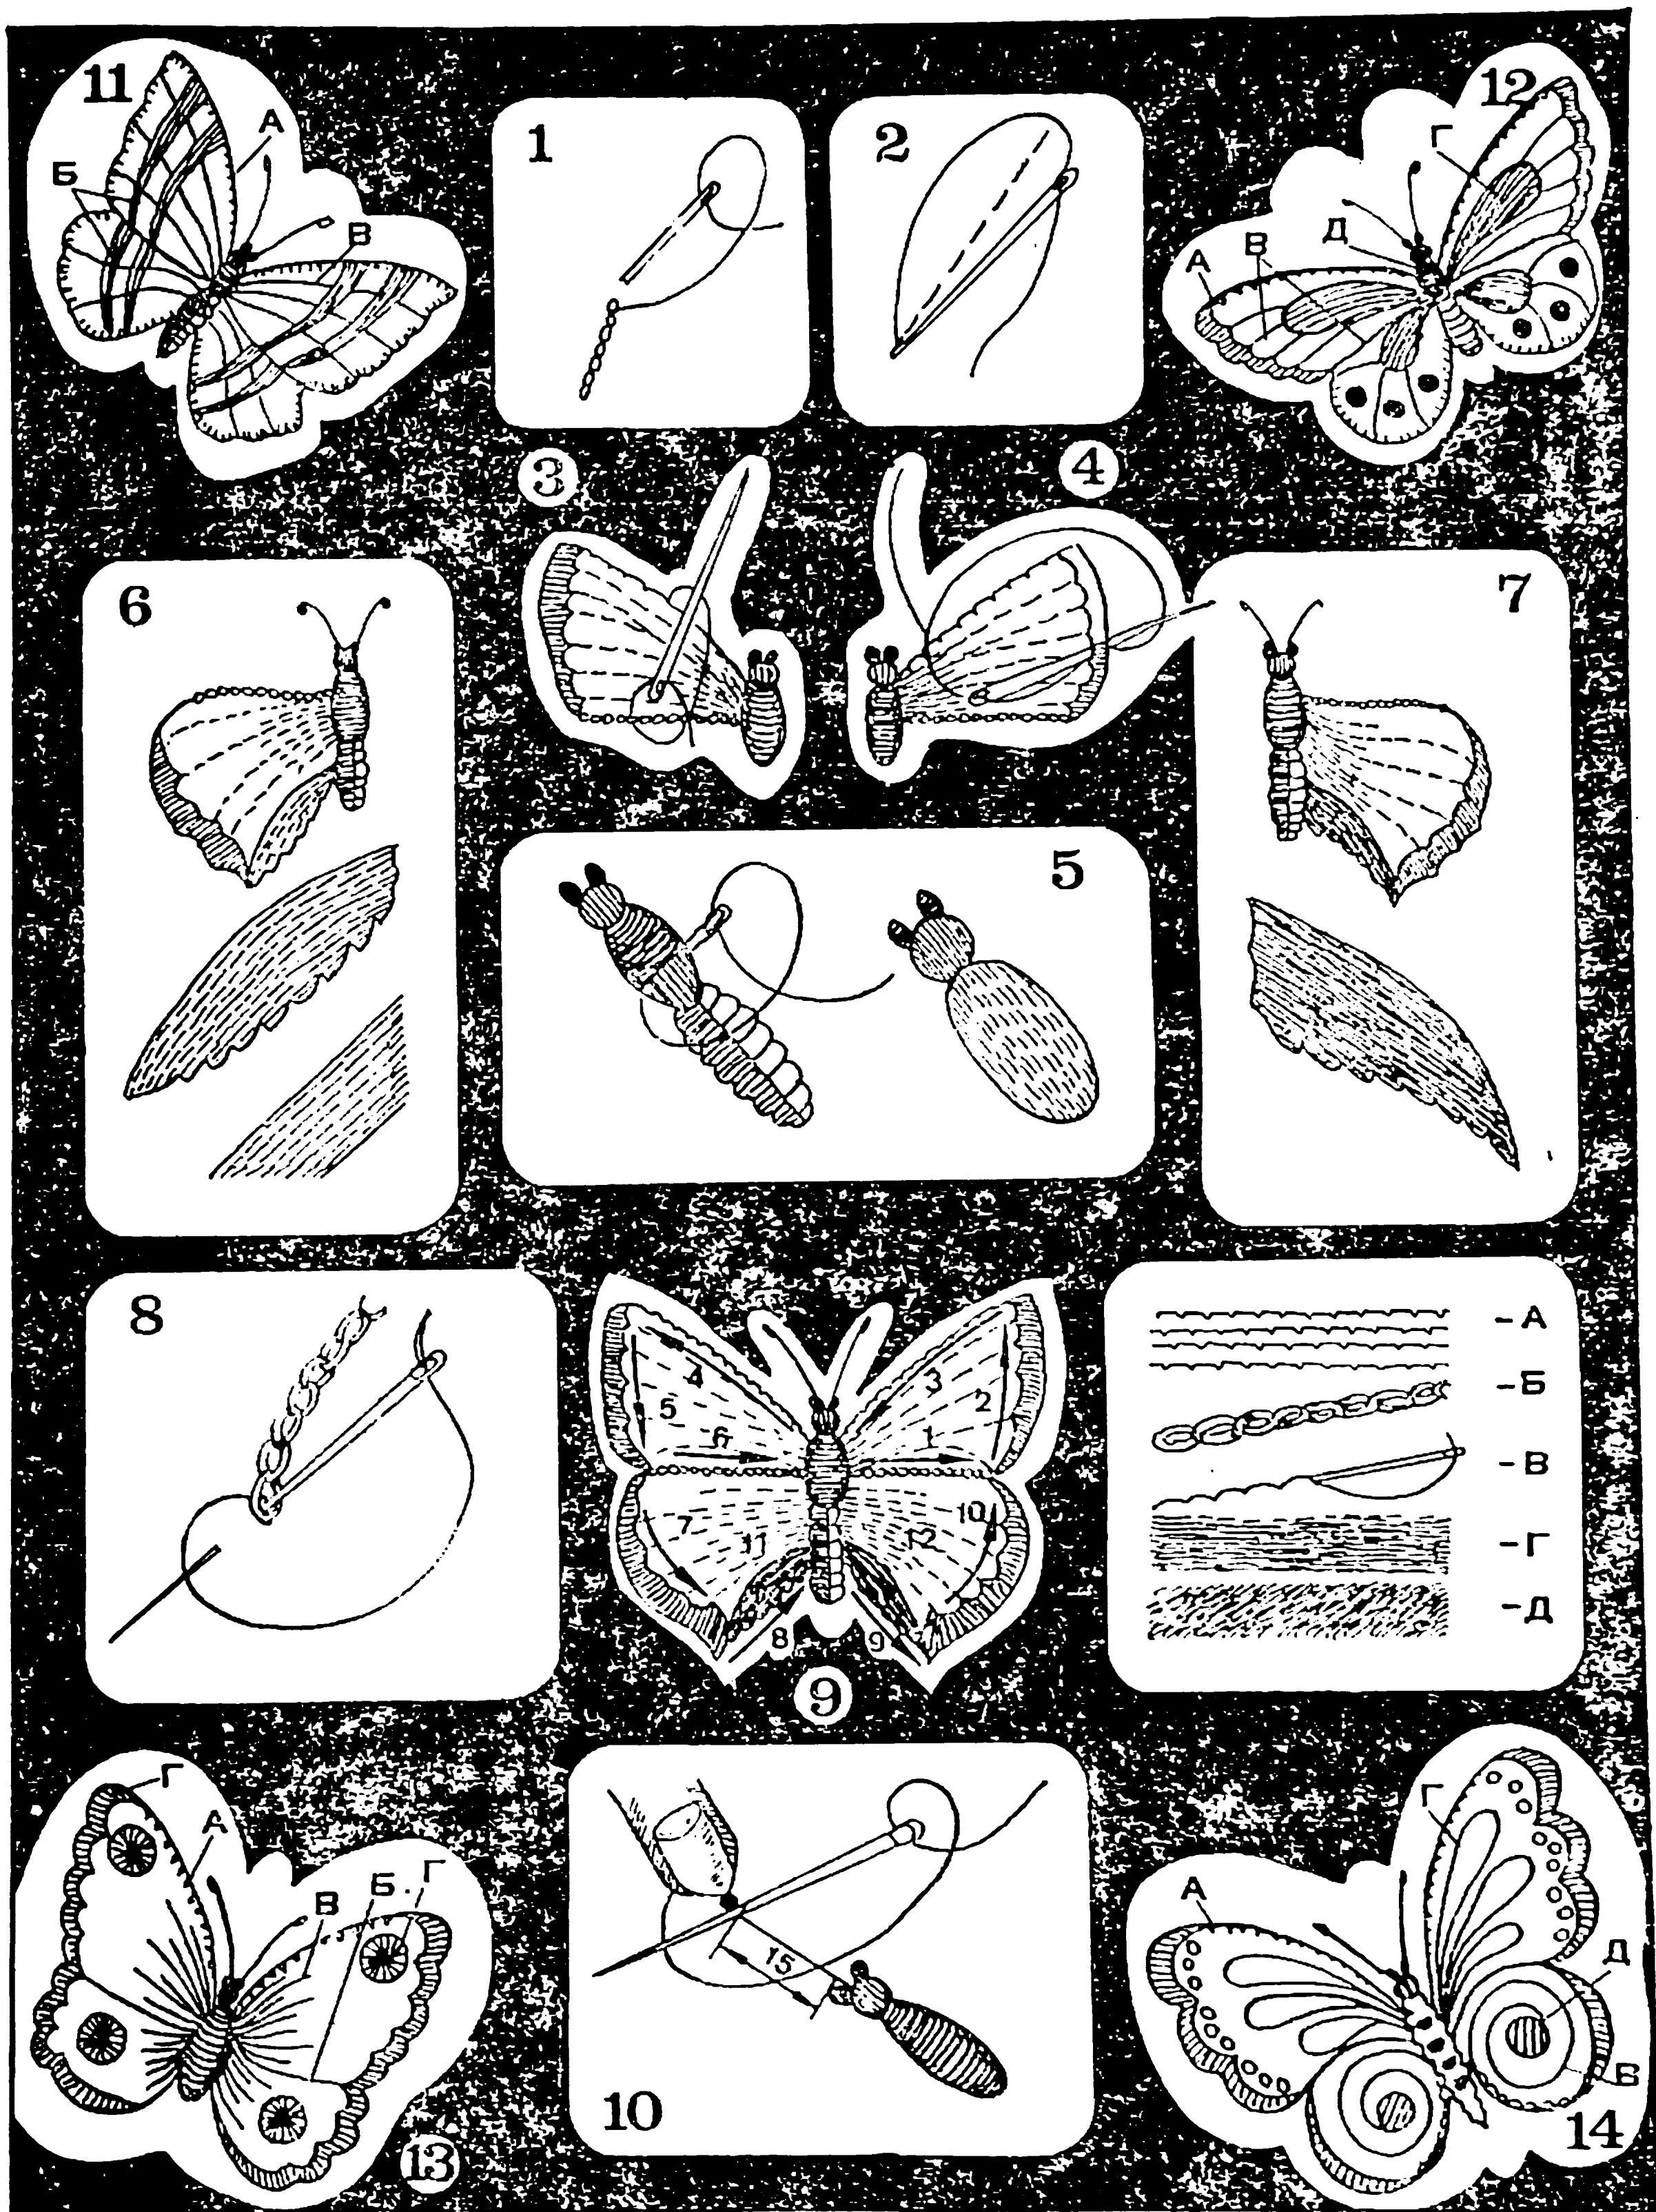

Рис. 77.
Прежде всего вам надо освоить ряд основных вышивальных швов. Кратко поясним и изобразим их (см. рис. 77).
**Стебельчатый шов** (рис. 77,1) вышивается цельной ниткой, длина стежка не более 1,5 мм. Шов выполняется снизу вверх. После каждого следующего стежка иголку вкалывают в дырочку предыдущего.
**Шов «вперед иголку»** (рис. 77,2). Иголka с ниткой пропускается в ткань, захватывая две нити, и продвигается все время вперед от последнего стежка. Длина стежка 1,5—2 мм.
**Редкий петельный шов** (рис. 77,3) шьется очень тонкой нитью (раздвоенной), иголка вкалывается как можно ближе к краю
**Частый петельный шов** (рис. 77,4). Нитка берется цельная. Иголka вкалывается на себя, точно по контуру рисунка, очень часто, без просветов.
**Шов «гладь»** (рис. 77,5). Цельная нитка настиляется густо, плотно, точно по контуру рисунка, без просветов.
**Шов «гобеленовый»** (рис. 77,6) применяется, когда нужно плоско, сплошь заполнить вышивкой большие участки ткани. Гладь использовать в этом случае нельзя, поскольку она выпуклая и очень плотная. Длина стежка — 1 мм, захват ткани — 1 нить. Нитка берется цельная. По существу, это шов «вперед иголку», но шьется он густо, очень близко друг к другу, причем в шахматном порядке — «кирпичиком».
**Атласный шов** (рис. 77,7) можно применить вместо гобеленового. Это стебельчатые швы, положенные впритык друг к другу, без просветов. Нитка цельная. На рисунке он показан в увеличенном виде.
**Тамбурный шов, или шов цепочкой**, часто применяется в работе над фантазийными бабочками. Для наглядности (рис. 77,8) шов показан крупным.
Сначала переведите на лоскут красного шелка контуры бабочки (рис. 77,9), Учтите, что на краях необходимо оставить небольшой припуск — 1,5—2 мм. Работать будет удобнее, если углы закруглить.
Головку вышивайте частым петельным швом. Глазки бабочки сделайте узелками. Усики делайте поочередно (рис. 77,10). Вколите в головку сзади глаза иголку с ниткой и закрепите ее. Отступив на 1,5 см, далее последовательно завяжите 5 или 6 узелков. Чтобы лучше выполнить операцию, ноготь большого пальца левой руки держите вплотную на нитке сзади первого, уже завязанного, узелка и последовательно завязывайте следующие. Ноготь фиксирует место, где должны вязаться узелки. Закончив работу, обрежьте у основания узелков нитку — усик готов!
Исполняются они теми же швами, которые описаны выше. Но рисунки берутся фантазийные, вымышленные. На рис. 77 (11—14) несколько таких бабочек.